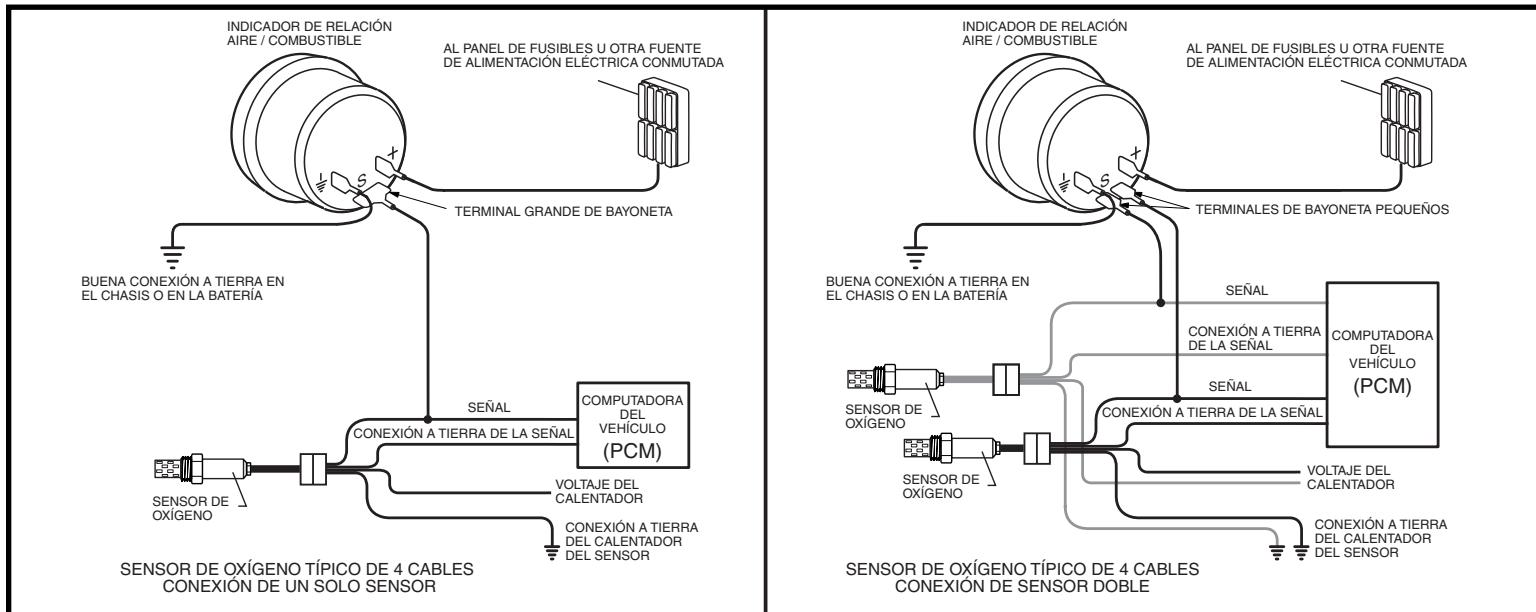

Figura 3. Conexiones del Indicador de Relación Aire/Combustible
Consulte la Figura 3 (en la contraportada) y efectúe las conexiones del indicador de la siguiente manera.
- Conecte los cables de señal al indicador y al circuito de SEÑAL del sensor de oxígeno en el vehículo. Consulte la Figura 3 (en la contraportada) y efectúe las conexiones del indicador de la siguiente manera.
- Si su vehículo está equipado con dos sensores de oxígeno pre-convertisor catalítico, engarce o suelde dos cables a los dos terminales pequeños de bayoneta hembra (incluidos en el conjunto de indicador), y conecte los terminales a los dos postes de señal pequeños de bayoneta, hembra, en la parte posterior del indicador. Empalme uno de los extremos flojos de los cables de señal del indicador al circuito de la señal del sensor de oxígeno en el banco #1 del motor, empalme el otro cable de la señal al circuito de la señal del sensor de oxígeno en el banco #2 del motor. Esto permite que los LEDs al lado derecho del indicador exhiban la proporción de aire/combustible para el sensor de oxígeno del banco 1 y los LEDs en el lado izquierdo del indicador exhiban la proporción de aire/combustible para el sensor de oxígeno del banco 2 (véase la figura 3).